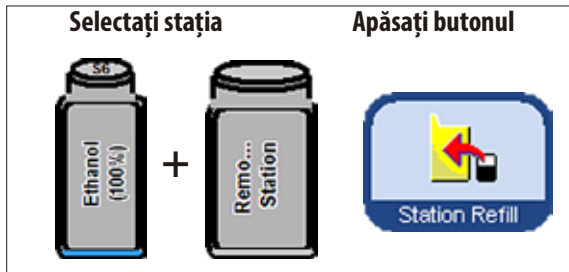

Fig. 168
- Pe ecran, selectați un recipient de sistem gol (de exemplu, **S6**) și containerul de primire extern (**Stație la distanță**, Fig. 168).